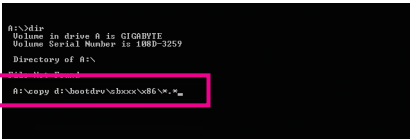

Figure 1
- Pour le AMD SB850, entrez (Figure 1): (Remarque 1)